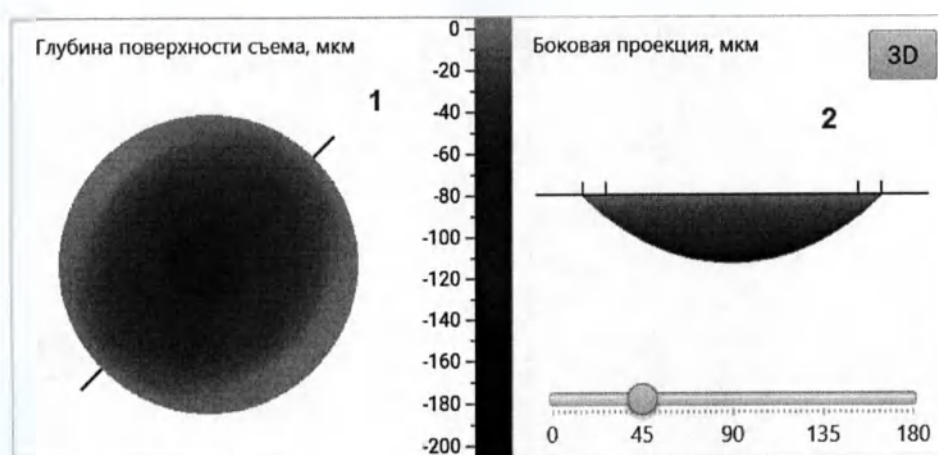

Рис. 5.9: Визуализация поверхности съёма (карта высот и боковой срез)
- в виде карты высот (1, рис. 5.9);
- в виде бокового среза (2, рис. 5.9), угол оси которого можно регулировать с помощью ползунка;
Вертикальная и горизонтальные шкалы представления профиля позволяют оценить размеры профиля в сантиметрах. Размещённая между двумя представлениями (1–2, рис. 5.9) цветовая шкала позволяет определить приближённую глубину съёма в произвольных точках поверхности. Точное значение глубины можно выяснить, наведя курсор трекболла на соответствующую точку панели. Ползунок, расположенный под изображением боковой проекции, позволяет менять угол плоскости среза. Для переключения от представления в виде карты высот и бокового среза к трёхмерному виду и обратно используются кнопки *3D* и *2D* соответственно.